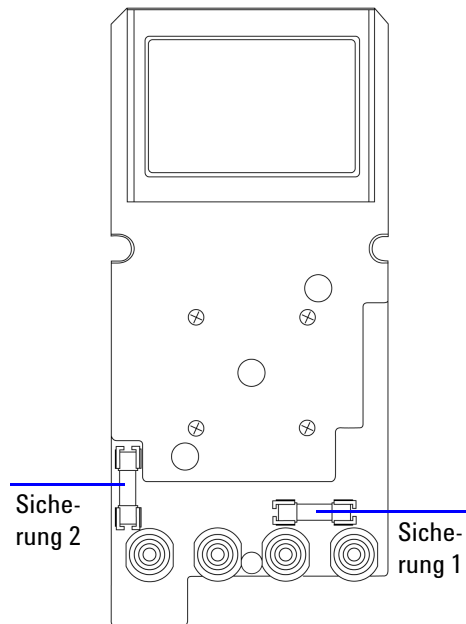

Abbildung 6-3 Austausch von Sicherungen
- 4 Entfernen Sie die Platine, wie in Abbildung 6-3 gezeigt.